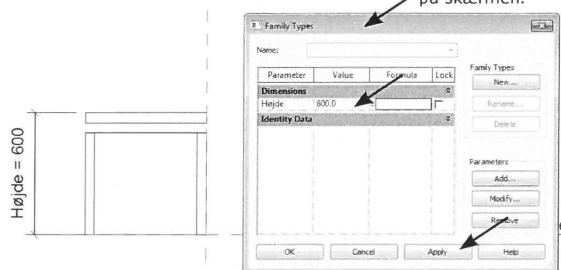
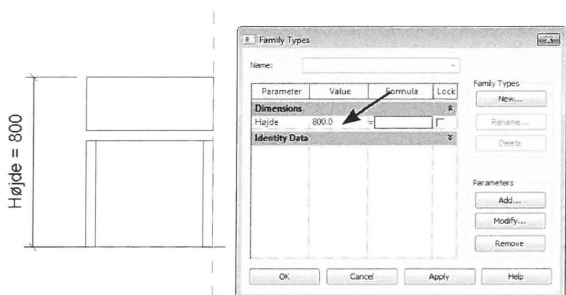

Fig. 06.08. Afprøv parameteren i family Types.
Fig. 06.09. Afprøv parameteren i family Types.
- Før dialog boksen ud ved siden af objektet på skærmen og skriv eksempelvis 600 mm ud for højde (Fig. 06.08).
- Tryk *Apply* og se om objektet ændre sig i højden (Fig. 06.08).
Vi kan se, at det kun er låget der bevæger sig i dette tilfælde (Fig. 06.08). Det kan være, at vi er kommet til at sætte målkæden på bunden af låget istedet for toppen af boksen. Forsøg med et lidt større tal og se hvad der sker, eksempelvis 800 mm (Fig. 06.09). Vi kan se, at det kun er bunden af låget, som målkæden har fat i, vi flytter dermed kun undersiden af låget. Toppen bliver, hvor den er. Så den virker ikke efter hensigten.